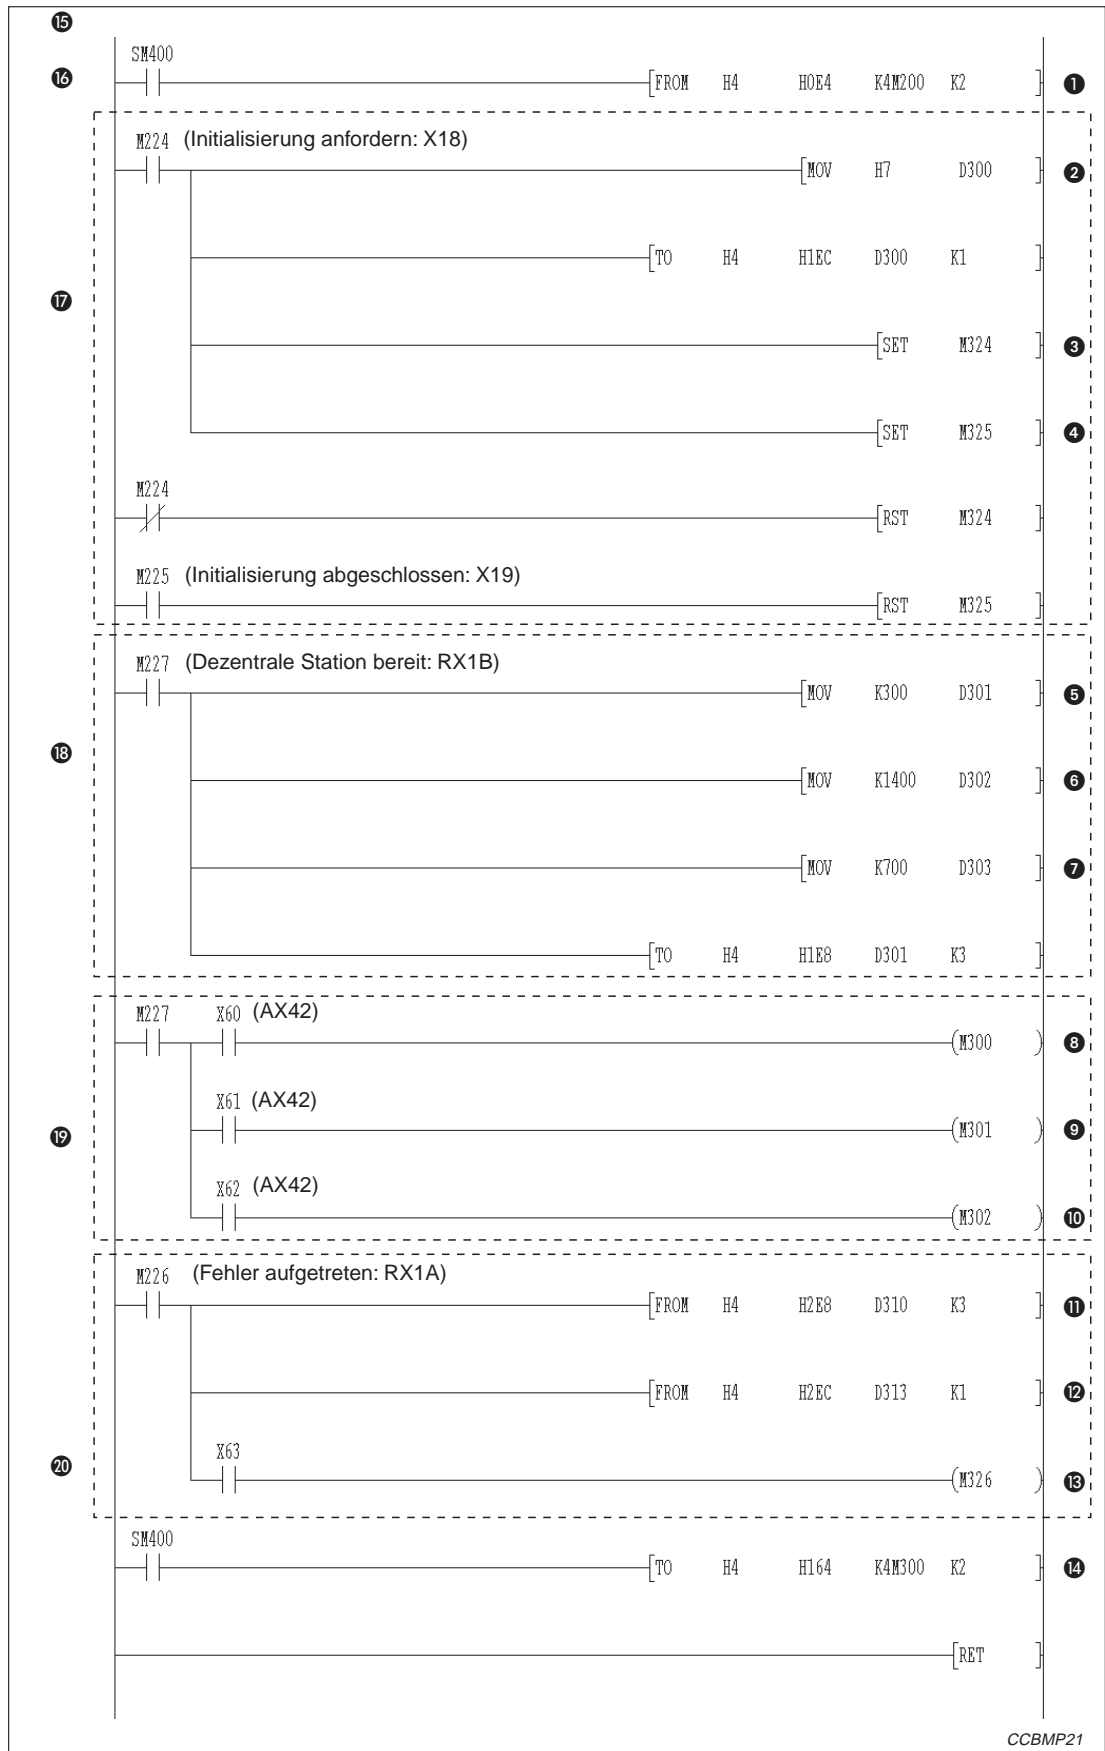

Abb. 12-11: Kommunikationsprogramm (3)
⑪	Prüfcode der digitalen Werte lesen
⑫	Fehlercode lesen
⑬	Fehler zurücksetzen (M126 entspricht RY1A)
⑭	Informationen an dezentrale Ausgänge (RY) des AJ65BT-64DAV übertragen
⑮	Datenaustausch mit AJ65BT-64DAV
⑯	P20
⑰	Initialisierung
⑱	Digitalwerte eintragen
⑲	Analoge Werte ausgeben
⑳	Prüf- und Fehlercode lesen
**Tab. 12-8:** Erläuterung zum Beispielprogramm (Abb. 12-11)